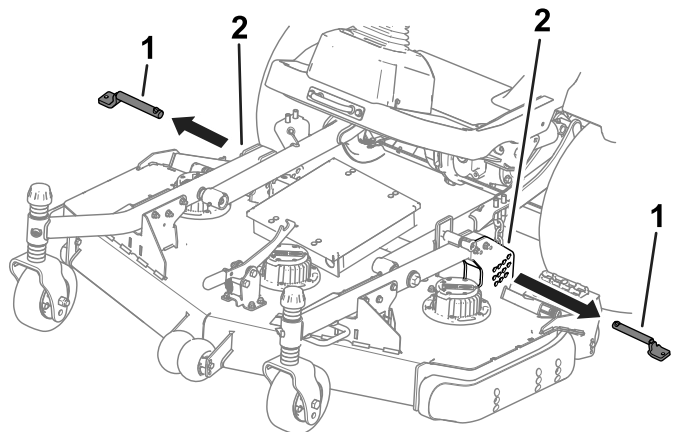

Figura 31
- Îndepărtați tifturile de pe plăcile pentru înălțimea de tăiere (Figura 31).